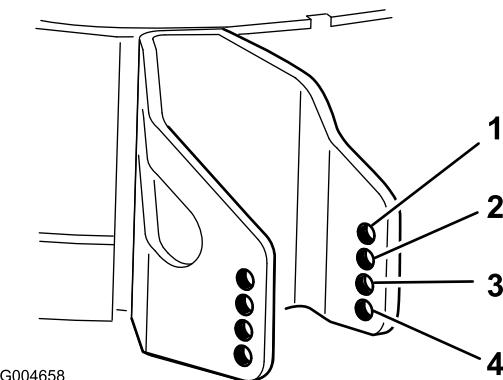

Figura 23
- Escolha a dimensão do orifício ideal para que o rolo anti-danos fique posicionado o mais próximo possível da altura-de-corte pretendida (Figura 23).